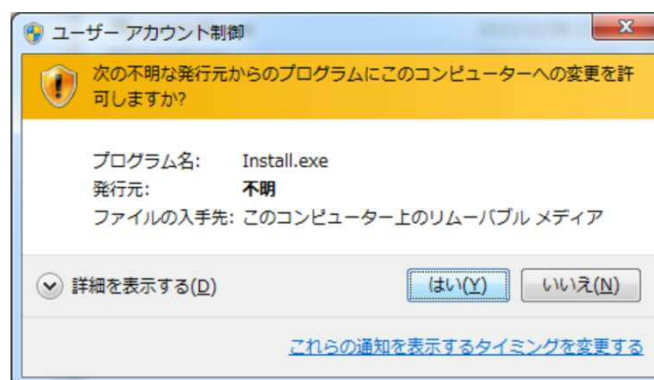

図 4.1-2 アカウント制御のダイアログウィンドウ
- 途中で、アカウント制御のダイアログウィンドウ(図 4.1-2)が表示されたら【はい】を押して許可して下さい。